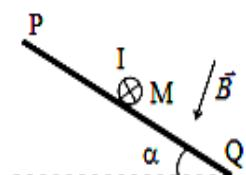

Figure 2
- 2) De quel angle α doit-on incliner les rails (PQ) et (RS) pour que la tige soit en équilibre dans le cas où \vec{B} reste perpendiculaire aux rails (figure 2).